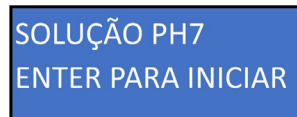

Figura 31
- Utilize a tecla “direita” para alternar entre as 4 letras e a tecla “para cima” para trocar de letra. Após inserir a senha “BBBB”, basta clicar a tecla “OK” para ser direcionado a uma nova tela, em seguida pressione novamente a tecla “OK” para iniciar a calibração (Figura 31) e aguarde 60 segundos.